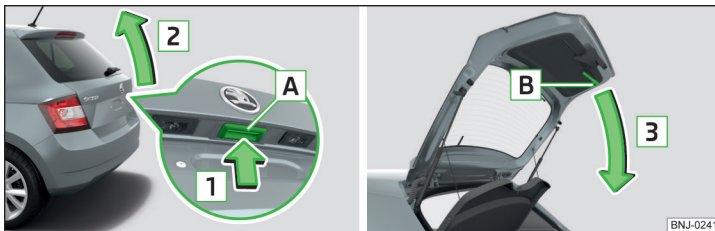

Abb. 54 Gepäckraumklappe öffnen/schließen
- Zum **Öffnen** die Taste **A** in Pfeilrichtung **1** drücken » Abb. 54.
Die Taste **A** » Abb. 54 wird beim Anfahren bzw. ab einer Geschwindigkeit von mehr als 5 km/h deaktiviert. Nach dem Anhalten und Öffnen einer Tür wird die Taste wieder aktiviert.